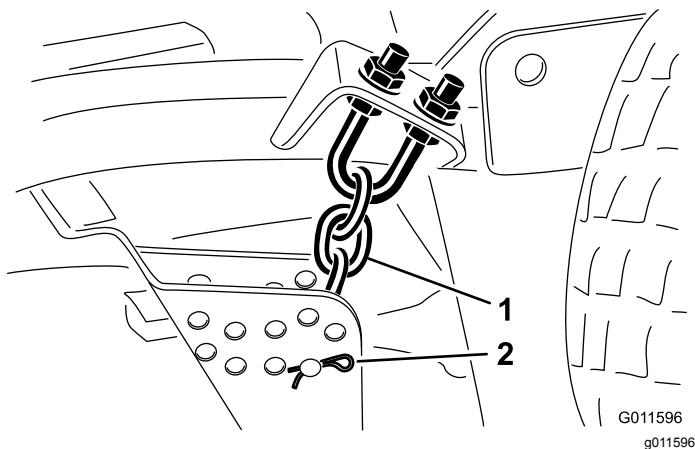

Figura 19
8. Retire el pasador de horquilla y el pasador que fijan las cadenas de ajuste de la altura de corte a la parte trasera de la carcassa de corte (Figura 19).